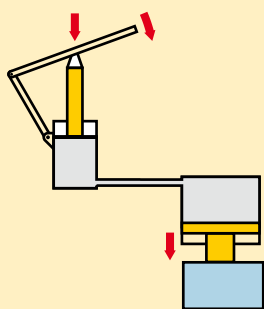

Figura 1
1.1 Un semplice meccanismo per bloccaggio idraulico (Figura 1).